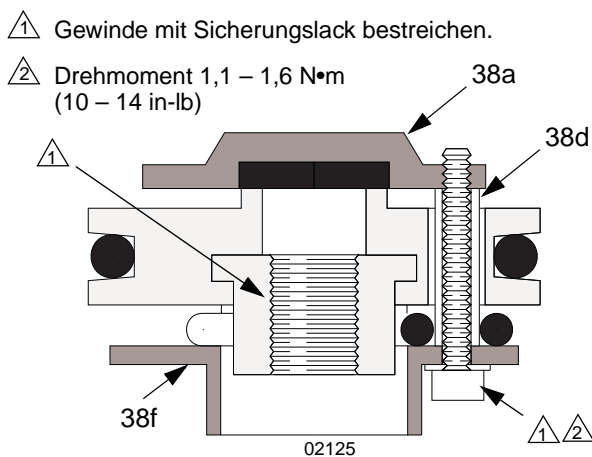

FIG. 12
5. Wenn einer der Abstandsringe (38d) der Ventilplatten beschädigt ist, müssen alle drei Abstandsringe ausgetauscht werden, um den richtigen Abstand zwischen den Ventilplatten (18a, 18f) und den Sitzen zu gewährleisten. Siehe FIG. 12.